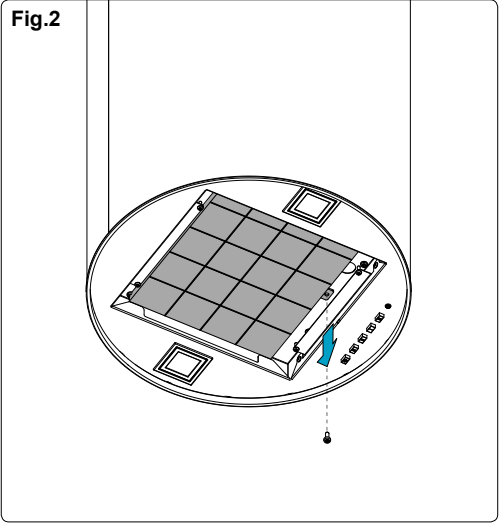

Fig.3
- L'apparecchio deve essere installato ad un'altezza minima di 650 mm dai fornelli elettrici, o 750 mm dai fornelli a gas o misti (Fig.3).
- Fissare la struttura telescopica superiore **G** a quella inferiore **H** con 4 viti (Fig.10). Regolare l'altezza in maniera tale che la parte inferiore della cappa si trovi ad una distanza non inferiore a 650 mm dal piano di cottura (Fig.3).